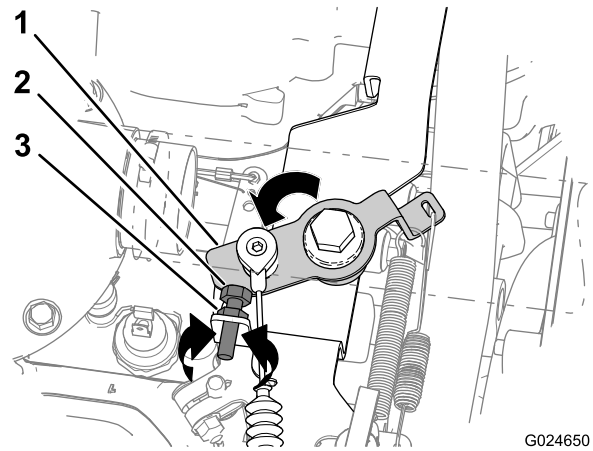
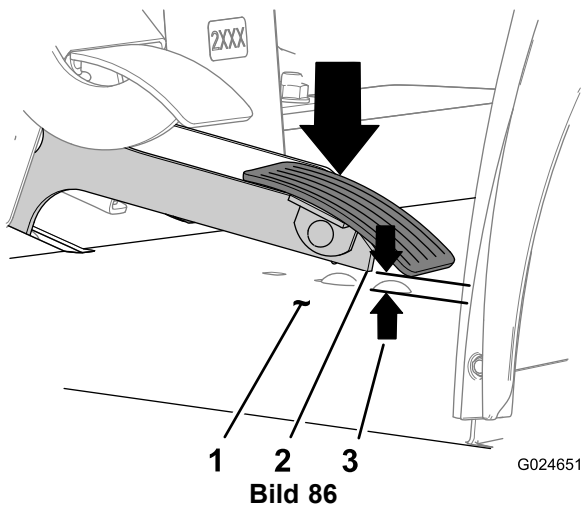

Bild 85
Bild 86
- A. Lösen Sie die Klemmmutter, mit der der Anschlag für den schnellen Leerlauf befestigt ist (Bild 85).
- Zum Verringern der Motordrehzahl nach rechts (Bild 85).
- Zum Erhöhen der Motordrehzahl nach links (Bild 85).
- C. Ziehen Sie die Klemmmutter an (Bild 85).
- D. Schieben Sie den Kippschalter gegen den Anschlag für den schnellen Leerlauf (Bild 85).
2. Schieben Sie den Umlenkhebel für die Gasbedienung mit der Hand gegen den Anschlag für den schnellen Leerlauf (Bild 85).
1. Schieben Sie den Kippschalter gegen den Anschlag für den schnellen Leerlauf und halten ihn gegen den Anschlag (Bild 85).
2. Messen Sie den Abstand zwischen dem Gaspedal und dem Boden unter dem Pedal (Bild 86).
3. Wenn der Abstand zwischen dem Gaspedal und dem Boden (**Bild 86**) höher oder niedriger als 6,35 mm ist, führen Sie folgende Schritte aus, während Sie den Kippschalter gegen den Anschlag für den schnellen Leerlauf halten (**Bild 85**):